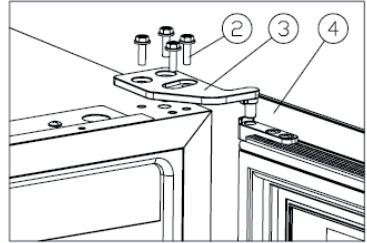

Abbildung 1
2. Lösen Sie die M5 x 16-Schrauben **(2)**, nehmen Sie das rechte obere Türscharnier **(3)** heraus und entfernen Sie die Tür (siehe Abbildung 1).